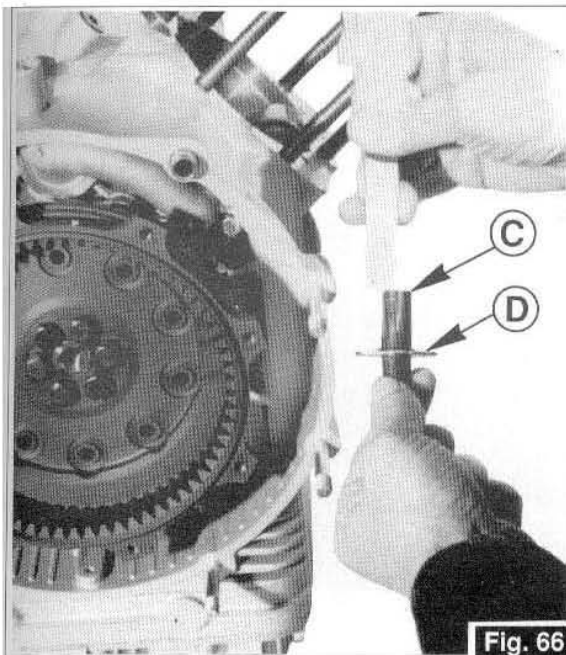

Fig. 66
- 2) relevez la cote entre l'extrémité «C» du capteur et la plaquette de butée «D» de celui-ci (Fig. 66): La différence entre les deux cotes relevées est l'entrefer réel. Si besoin est, reprendre avec des cales la butée du capteur.
2. Die Quote zwischen dem Endstück «C» des Sensors und dessen Anschlagplättchens «D» (Abb. 66) abnehmen. Die Differenz zwischen den beiden abgemessenen Quoten gibt den reellen Luftspalt an. Falls notwendig gleicht man den Anschlag des Sensors hier aus.